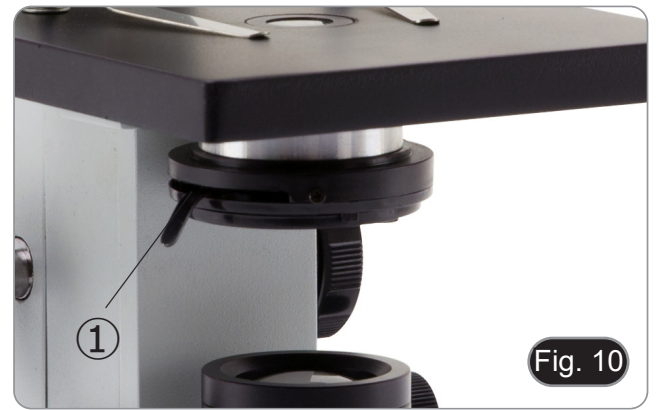

Fig. 10
- O valor de abertura numérica (A.N.) do diafragma de abertura afecta o contraste da imagem. Aumentar ou diminuir este valor em função da abertura numérica da objectiva altera a resolução, o contraste e a profundidade de campo da imagem. Mova a alavanca do diafragma ① (Fig. 10) para a direita ou para a esquerda para aumentar ou diminuir o valor A.N.